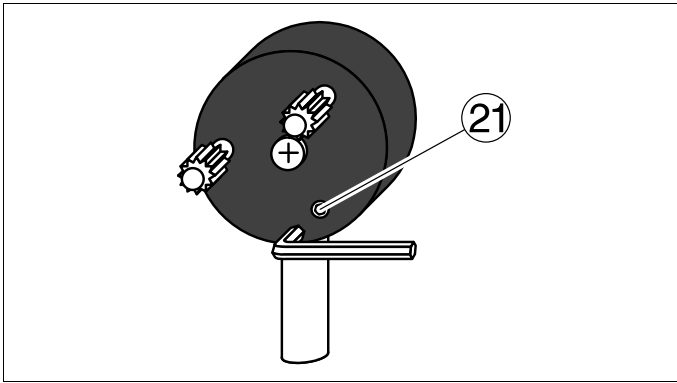

Fig. 21 Vorspannungs-Einstellung der Justierklemme des Planspiegels
Wenn sich der Oberflächen-Planspiegel nur noch unzureichend mit den Rändelschrauben justieren läßt, muß die Vorspannungs-Einstellung der Justiereinrichtung mit der Madenschraube ②1 mit Innensechskant (Schlüsselweite 2) entsprechend nachgestellt werden (s. Fig. 21). Die Vorspannung wird durch Hineindreihen der Madenschraube (rechts herum) erhöht.
If the planar mirror cannot be satisfactorily adjusted using the knurled screws, reset the pretensioning of the adjustment mechanism using the grub screw ②1 with Allan socket (size 2 key) as shown in Fig. 21. The pretensioning is increased by screwing in the grub screw (turning clockwise).